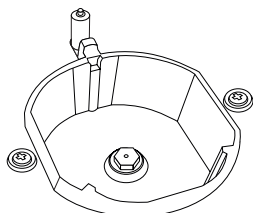

Figura 2
3. Saque la tapa del quemador y el quemador del aparato tal y como se indica en la figura 2 y asegúrese de que el inyector es visible.